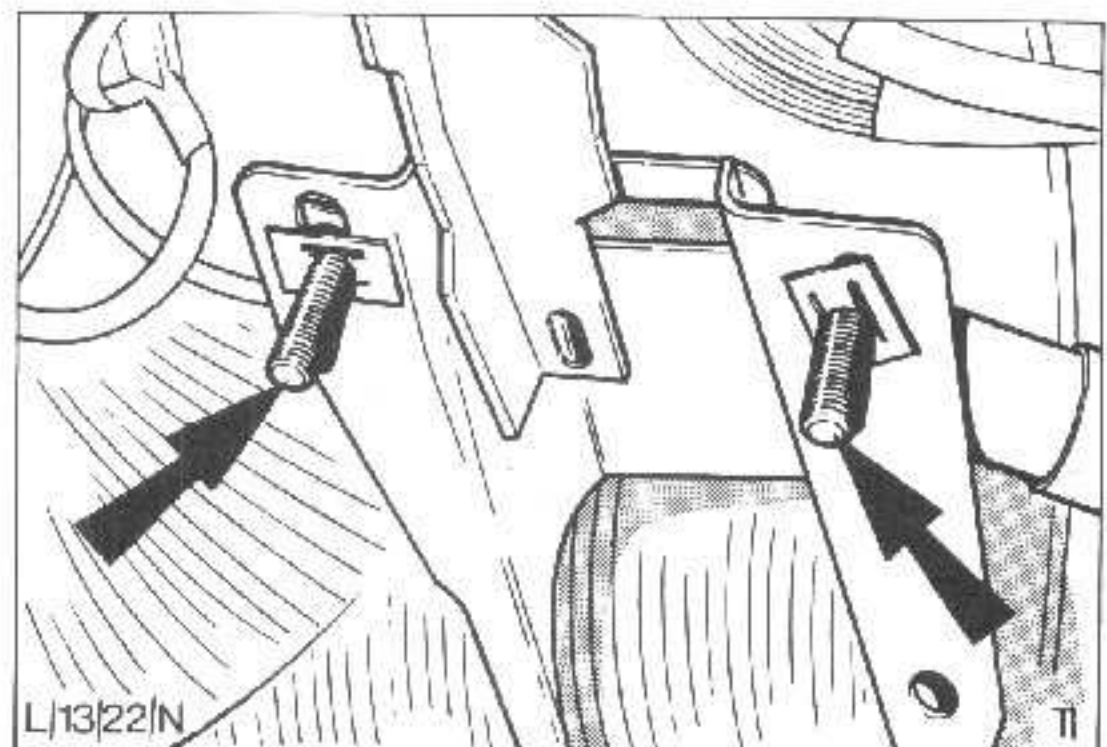

Abb.76 Befestigungsschrauben - Lenksäulenhalterung
12. Mutter von Lenksäulenhalterung abschrauben, Abb.76.